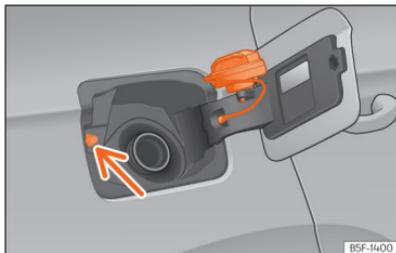

Fig. 214 Tampa do depósito com o tampão encaixado.
- Coloque-a no espaço existente na dobradiça da tampa aberta »» Fig. 214.
Evite tocar no botão de travagem da tampa de combustível »» Fig. 214 (seta). O sistema entenderá que acabou e não poderá continuar a abastecer. Volte a pressionar o botão B da porta do condutor para continuar.